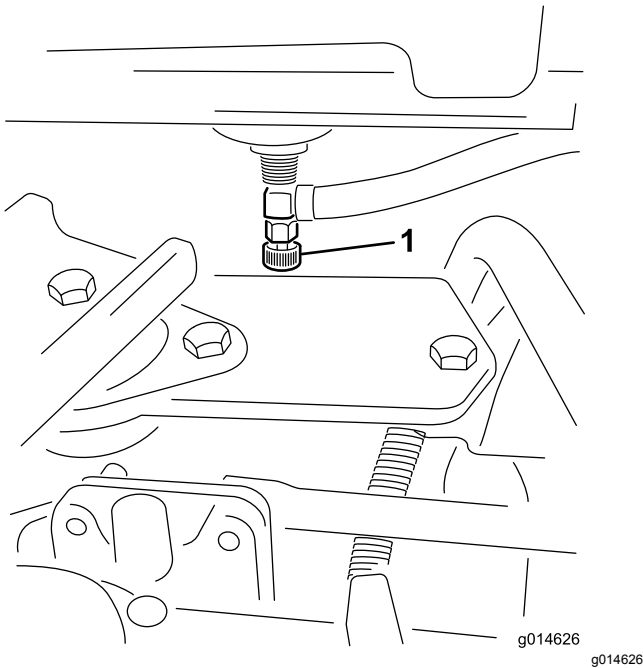

Figura 48
1. Cierre la válvula de cierre del combustible (Figura 48), situada debajo del depósito de combustible.